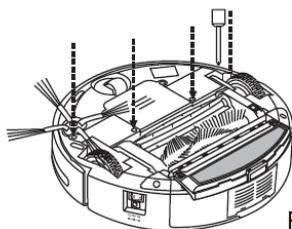

Рис.1
1. Открутите отверткой винт, фиксирующий левое/правое колесо. (См. Рис.1)